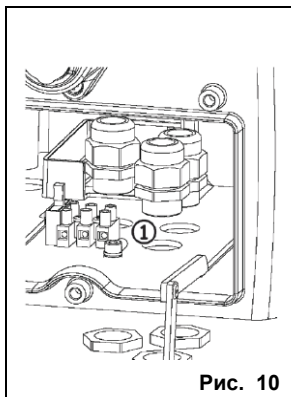

Рис. 10
3. Установить три кабельных зажима из комплекта привода в отверстия, расположенные под корпусом привода (рис. 10, поз. 1).